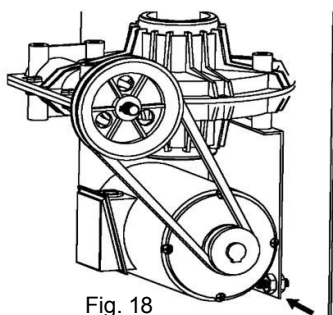

Fig. 18
- Kontrollera drivremmens spänning var sjätte månad. (Fig. 18).